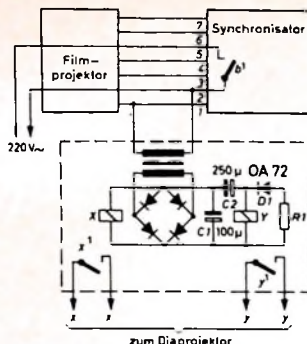

Bild 31. Schaltung zur nicht streng synchronen kombinierten Vorführung von Dias und Schmalfilmen
Das erste Verfahren macht von der Tatsache Gebrauch, daß der Projektor bei der elektronischen Synchronisation durch Unterbrechung der Synchronspur beliebig gestoppt und wieder gestartet werden kann. Die Kopplung zwischen Dia- und Filmprojektor ist nun sehr einfach. Bild 31 zeigt die Schaltung des hierzu im Diaprojektor einzubauenden Zusatzes. Beim Einsetzen der Synchronspur schließt der Kontakt  $b^1$  im Synchronisator und schaltet die Netzspannung von 5 nach 2 durch; der Filmprojektor läuft an. Von den Verbindungsleitungen 1 und 2 wird die geschaltete Netzspannung abgenommen und daraus im Zusatzgerät eine Gleichspannung von 24 V erzeugt, die das Relais X erregt. Der Ruhekontakt  $x^1$  des Relais X, der an der Trennstelle  $x-x$  im Lampenstromkreis des Diaprojektors liegt, schaltet dann die Lampe aus. Gleichzeitig lädt sich der Kondensator C2 über das Relais Y auf, wobei dieses anzieht und den Kontakt  $y^1$  kurzzeitig schließt.  $y^1$  wird an Stelle von  $b^1$  an die Punkte  $y-y$  angeschlossen und löst beim Schließen den Diawechsel aus, der nach dem Erlöschen der Lampe erfolgt.
Relais (D), das die Netzspannung zur Zusatzschaltung im Diaprojektor (nach Bild 31) durchschaltet.